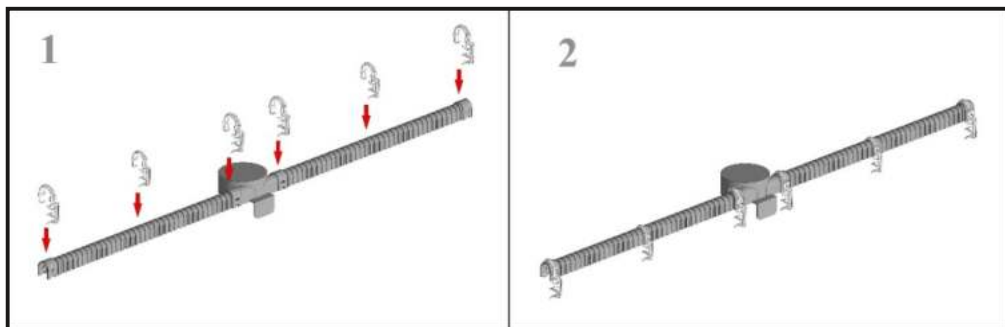

Рис. 14.
7.2.4. Для комплектации с внешними защелками ЗМИ-1 - установить средства крепления в количестве 6 шт., согласно схеме (Рис. 14).